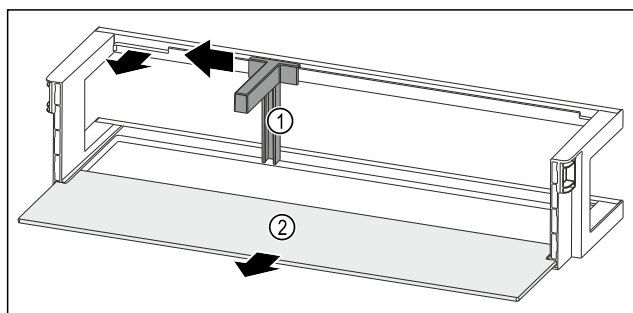

Fig. 193 Dveřní přihrádka s držákem lahví a odkládací plochou
- Držák lahví Fig. 193 (1) posuňte na stranu až k vybrání.
- Držák lahví Fig. 193 (1) odeberte.
- Odkládací plochu Fig. 193 (2) odeberte.